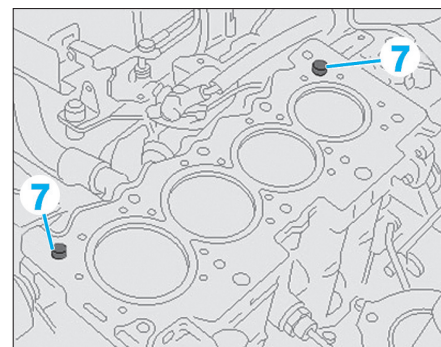

Fig. 44
- Contrôler la présence des 2 goupilles de centrage (7) (Fig.44).